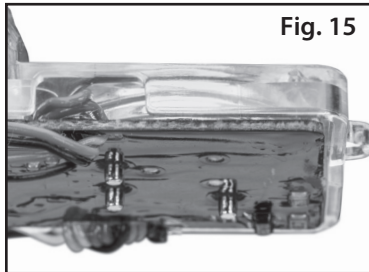
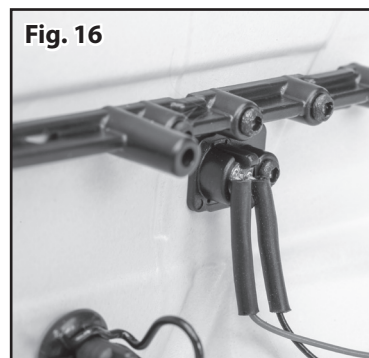

Fig. 15
Fig. 16
4. Instale la lente de luz frontal sobre los reflectores de cromo y sobre las placas de circuito (Fig. 15). **Nota:** Hay muescas en los lados de la lente plástica de luz frontal para el despeje de los cables de las placas de circuito.
5. Fije la lente de luz frontal a la estructura de la rejilla con los tornillos de cabeza semiesférica de 1.6 x 5 mm (4) retirados durante el desmontaje.
6. Vuelva a instalar la estructura de la rejilla frontal y la rejilla frontal en el cuerpo con los tornillos de cabeza semiesférica de 2.6 x 8 mm (8) que se retiraron durante el desmontaje.
7. Retire los tornillos de cabeza semiesférica de 2.6 x 8 mm (G) de las carcasas y la lente de la luz de señalización de giro en la cubierta del vehículo (H) y retire los ledes blancos de los receptáculos. Vuelva a instalar la lente y las carcasas, y luego presione las luces ledes de señalización de giro para que encajen en los receptáculos.
8. Presione las luces ledes de señalización laterales en los receptáculos cercanos a cada puerta lateral delantera. Tenga cuidado de no dañar los cables. Los ledes deben encajar en su lugar. **Nota:** Doble los cables con cuidado para ayudar con el enrutamiento del cable y para un mejor ajuste en la carrocería del vehículo (Fig. 16).